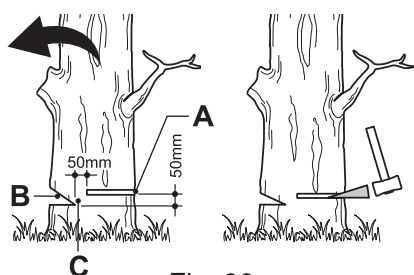

Fig. 39
Effectuez une entaille (Fig. 39, B) d'une profondeur égale à 1/3 du diamètre de l'arbre, perpendiculairement au sens de la chute (Fig. 39). Faites la coupe horizontale en premier. Ainsi, la chaîne et le guide-chaîne ne risqueront pas d'être coincés dans le bois lorsque vous ferez la deuxième entaille.
1. Le trait d'abattage (Fig. 39, A) doit être situé au moins 50 mm au-dessus de la ligne horizontale de l'entaille d'abattage (Fig. 39), et il doit être strictement parallèle à celle-ci. Laissez entre l'entaille et le trait d'abattage une épaisseur de bois assez conséquente pour pouvoir constituer une charnière. La charnière (Fig. 39, C) a pour but d'éviter que l'arbre ne pivote et tombe dans la mauvaise direction. Ne la coupez pas.